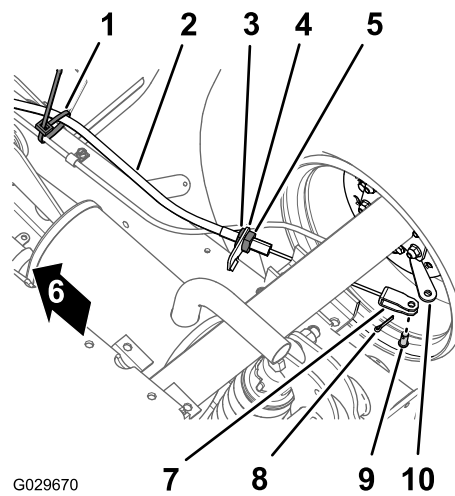

図 43
1. 機体の底部で、駐車ブレーキケーブルを常用ブレーキのラインに接続しているケーブルを外す 図 43。
2. 駐車ブレーキケーブルの前側ジャムナットの位置にマーキングする 図 43。
3. ケーブルについている後ジャムナットをゆるめて、ケーブルをブラケットから外す 図 43。
4. 駐車ブレーキケーブルのクレビスをブレーキ作動レバーに固定しているコッターピンとクレビスピンを外してケーブルをレバーから外す 図 43。
- 駐車ブレーキケーブルのねじ山付きアジャスタを、ブレーキケーブルのブラケットに導き、クレビスをブレーキ作動レバーへ導く 図 43。
- 駐車ブレーキケーブルのねじ山付きアジャスタを、ブレーキケーブルのブラケットにセットして後部ジャムナットを締める 図 43。